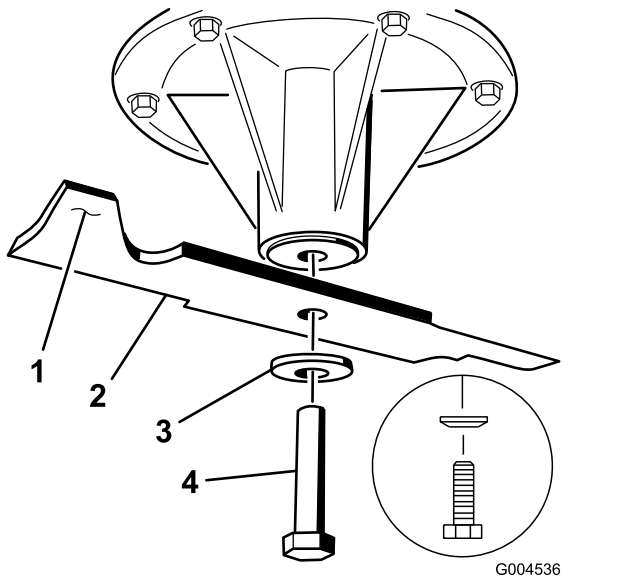

Figura 103
1. Instale la cuchilla en el eje (Figura 103).
2. Instale la arandela de muelle y el perno de la cuchilla (Figura 103).
Nota: El cono de la arandela de muelle debe estar orientado hacia la cabeza del perno (Figura 103).